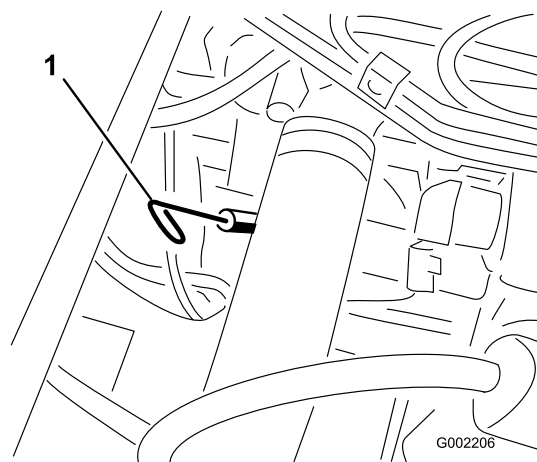

Рисунок 40
2. Извлеките измерительный щуп, расположенный под сиденьем пассажира, и протрите его чистой ветошью (**Рисунок 40**). Вставьте щуп в трубку и убедитесь, что он
13. Снимите крышку маслосливной горловины и медленно залейте примерно 80% от указанного количества масла в двигатель через заливную горловину (Рисунок 40).